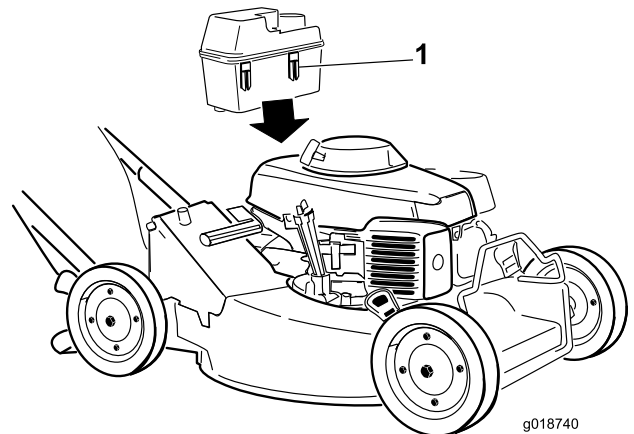

Figure 5
1. Glissez les clips en plastique situés à l'avant du réservoir de carburant sur le support du réservoir (Figure 5).